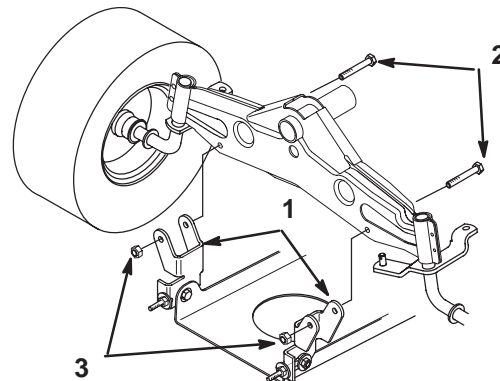

Figure 18
8. Retirer les boulons et contre-écrous de fixation à l'essieu avant des deux supports de pivot du plateau de coupe, et détacher ceux-ci de l'essieu en les tirant vers le bas (Fig. 18).